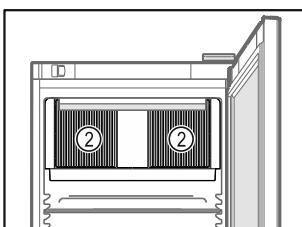

Fig. 41
- ❑ Не закрывайте вентиляционную щель Fig. 41 (2) вентилятора циркуляционного воздуха во внутренней камере.